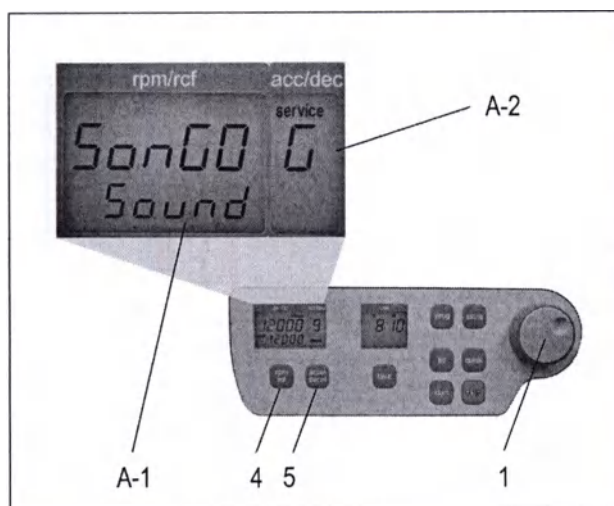

Рисунок 7
Действуйте как описано в п. 1.8.2, чтобы войти в программный режим, и затем нажмите кнопку «accel/decel» [ускорение/замедление] (5). На дисплее «accel/decel» [ускорение/замедление] (A-2) появится слово «service» [обслуживание]. Теперь выберите букву "G" с помощью верньера (1). В результате на дисплее «rpm/rcf» [об/мин / центробежное ускорение] (4) появятся слова «SonGo/Sound». Если Вы нажмете кнопку «rpm/rcf» [об/мин / центробежное ускорение] (4), то сможете выбрать мелодию, вращая верньер (1) (см. Рисунок 7).